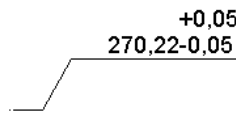

Abbildung 8.31: Abweichende Darstellung
- *acTolDeviation* (Abweichung): Beide Toleranzwerte werden übereinander angezeigt, auch wenn beide denselben absoluten Wert besitzen sollten (Abbildung 8.31).